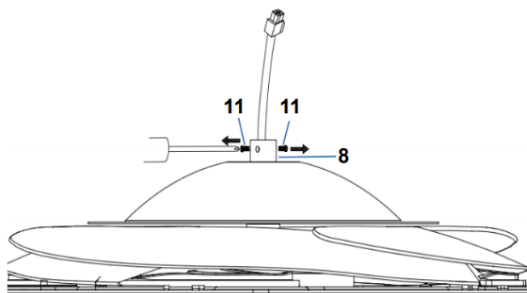

Fig. 4.2
2. Afloje el juego de tornillos (11) del tubo de acoplamiento de la barra colgante (8). (Fig. 4.2)